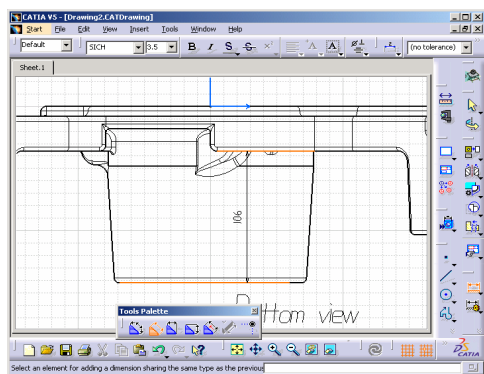

图 6-547
- » 步骤01 单击 Dimensions 图标，接着单击要标注的边，即可标注长度。要标注角度需要单击两条边，如图 6-547 所示。